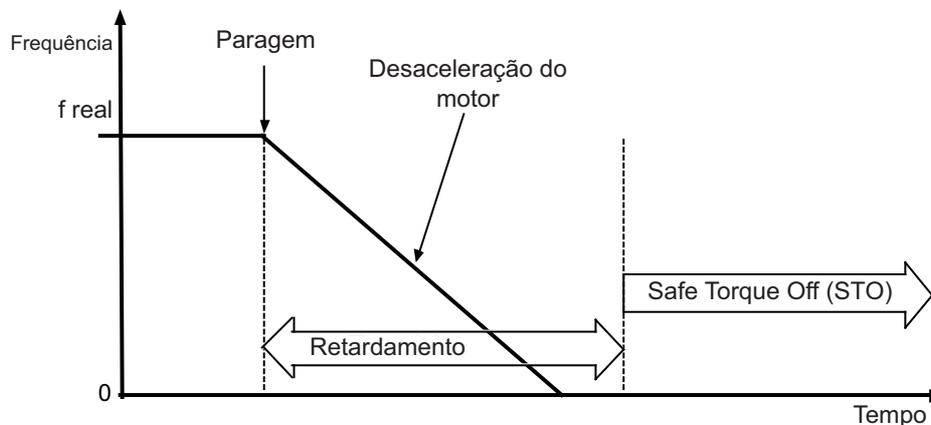
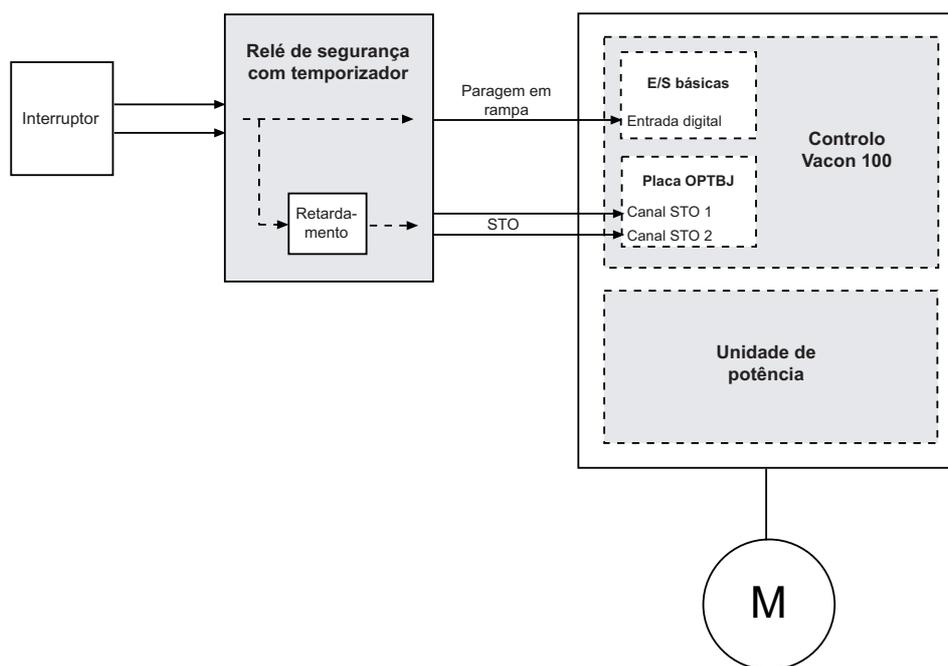

Figura 5. Princípio da função Safe Stop 1 (EN 61800-5-2, SS1 tipo c)
Figura 7. Princípio de ligação da função Safe Stop 1 (SS1)
A Figura 7 mostra o princípio de ligação da função de segurança Safe Stop 1, conforme especificado na figura 5.
- Uma saída digital separada do relé de segurança está ligada a uma entrada digital geral do inversor Vacon 100. A entrada digital geral tem de ser programada para executar o comando de paragem da unidade e inicia sem atraso a função de paragem da unidade (tem de ser definida para "paragem em rampa") causando a desaceleração do motor. Se for necessário o comportamento da SS1 ilustrado na figura 5, é necessário garantir que a paragem em rampa seja activada quando é recebido o sinal de paragem. É da responsabilidade do criador do sistema verificar isto.